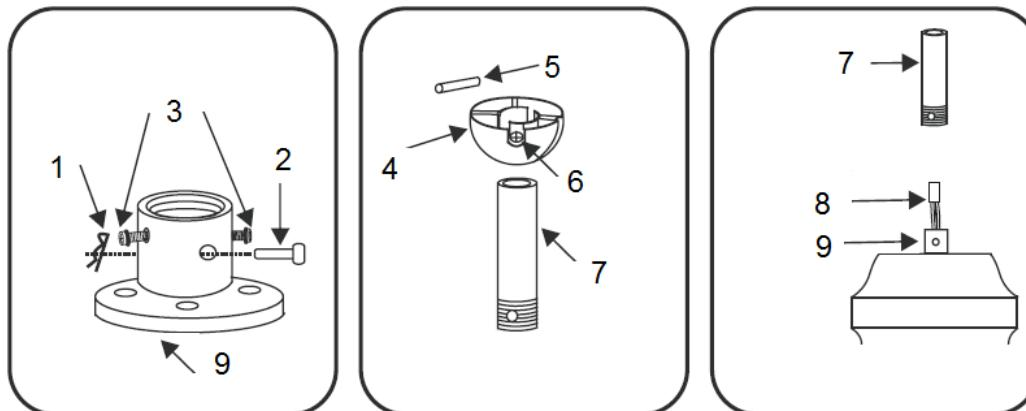

Fig. 4
- Retirer la goupille (2) et l'axe d'attelage (1) du boîtier du moteur d'accouplement (9). (Fig.4)
- Desserrer le jeu de vis (3) de l'accouplement (9).
- Retirer le joint à bille (4) et l'axe transversal (5) de la tige inférieure (7) en desserrant la vis (6). Insérer minutieusement les fils (8) de ventilateur dans la tige inférieure (7), puis fileter la tige dans l'accouplement.
- Aligner les trous et remonter la goupille (2) et l'axe d'attelage (1). Remettre les vis (3) en place.